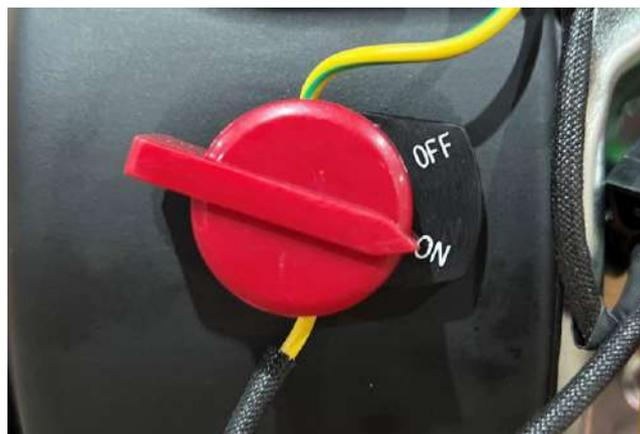

Рисунок 24. Вимикач та позначки положень
6. Переведіть вимикач в положення "On" (Рис.24).
14. Для зупинки двигуна переведіть регулятор швидкості (клапан дроселя) в положення мінімальної швидкості, дочекайтесь поки двигун почне працювати на повільних обертах, переведіть перемикач в положення "Off" (Рис.24).